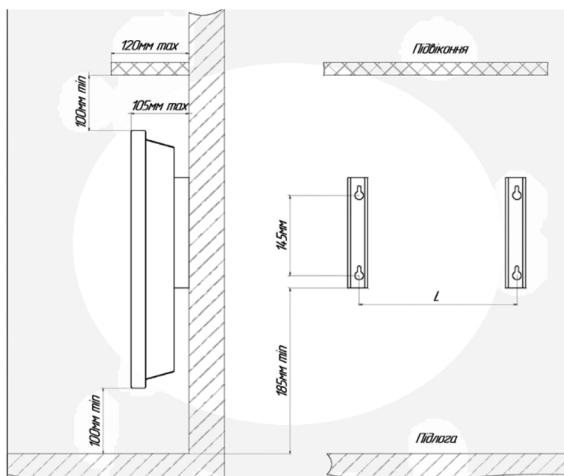

Рис.1
5.4 Для стаціонарного встановлення конвектора виконайте на стіні розмітку під кріпильні отвори, керуючись рисунком 1. Закріпіть кронштейни для встановлення конвектора будь-яким доступним способом, забезпечивши їх надійне кріплення протягом всього терміну експлуатації конвектора. Приклад установки конвектора в приміщенні наведений на рисунку 2 (відстані до предметів навколошнього оточення приведені в см). Поєднайте клиновидні отвори на задній стінці конвектора з зачепами (рис.1) кронштейнів і надягніть зачепи вгору. Потягніть конвектор вгору до моменту фіксації нижніх зачепів кронштейнів в отворах повітрязабірної решітки конвектора.
УВАГА! Категорично забороняється включати і експлуатувати конвектор без його закріплення на кронштейнах на стіні або на підлозі без встановлених опор. Включати та експлуатувати конвектор дозволяється тільки в положенні, вказаному на рис.1 (повітрязабірною решіткою вниз). При першому включені конвектора можливий запах від випаровування консерваційних матеріалів. Рекомендується провітрити приміщення.